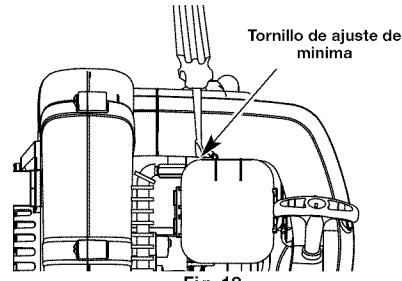

Fig. 18
La velocidad mínima del motor puede ser ajustada. Un tornillo de ajuste de mínima esta entre la cubierta del filtro del aire y la cubierta del motor (Fig. 18).
- Mueva el control de crucero hacia la posición LENTO y dejar que el motor marcha en vacío. Si el motor se para, inserte un destornillador Phillips pequeño en el orificio de la cubierta del motor (Fig. 18).